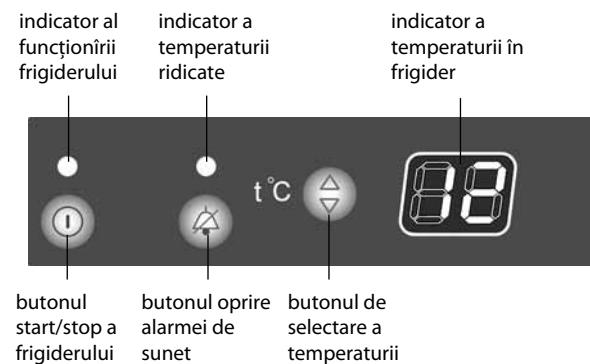

Figura 3
**2.1.1** Ghestionăți funcționarea frigiderului apăsând butoanele corespunzătoare ale unității de comandă, în conformitate cu figura 3.
**2.1.2** Indicatoarele LED așa cum se arată în Figura 3 indică lucrul/oprirea frigiderului, temperatura majorată în cameră, indicatorul numeric indică temperatura selectată.
**2.2.1** Porniți frigiderul apăsând butonul ① așa cum se arată în figura 3 - se va aprinde indicatorul funcționării frigiderului și începe să clipească litera «H» pe indicatorul numeric de temperatură.
**2.3.1** Setarea temperaturii se produce prin apăsarea butonului în conformitate cu figura 3. Pe display-ul digital al temperaturii va începe a clipi indicația temperaturii în grade Celsius. După apasarea repetată a butonului valoarea numerică a indicatorului crește pînă la valoarea maximă, și apoi se resetează la valoarea cea mai mică.
**2.4.1** Dacă ușa frigiderului este deschisă mai mult de 60 de secunde, se va aude semnalul audio. Soneria se va opri după închiderea ușii, apăsarea butonului (cu ușa deschisă), așa cum se arată în figura 3, sau când opriți frigiderul.